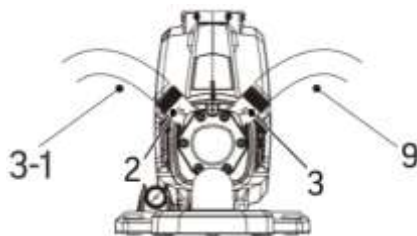

fig. 3
2. Fixez le tuyau d'entrée (n° 9) (non inclus) à l'orifice d'admission de la pompe (n° 3) (fig. 3).